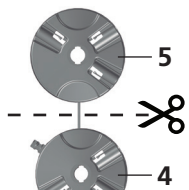
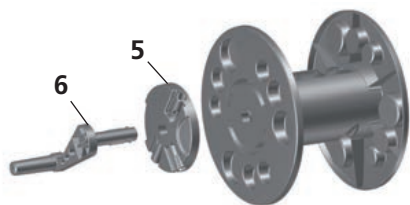

Fig. 02
Fig. 03
2. Separe o mancal direito (4) e o mancal esquerdo (5), cortando a fita que os une [Fig. 02]. Encaixe a manivela (6) no mancal esquerdo (5), e monte este conjunto no carretel [Fig. 03] (encaixar até ouvir o click).
2. Separate the right bearing (4) and left bearing (5) by cutting the tape, as shown on [Fig 02]. Attach the crank (6) to the left bearing (5), and then connect this assembly to the reel [Fig. 03]. (Be sure you hear them clicking into place).
2. Separa el cojinete derecho (4) y el cojinete izquierdo (5), cortando la cinta que los une [Fig. 02]. Encaja la manivela (6) en el cojinete izquierdo (5), y monta el conjunto en el carretel [Fig. 03] (encajarlo hasta que se escuche un clic).